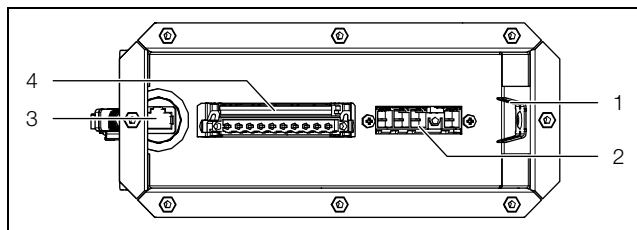

Imagen 13: Caja de conexión
– El apantallado del cable puede conectarse dentro de la caja de conexión con el borne de puesta a tierra al armario (imagen 13, pos. 1).